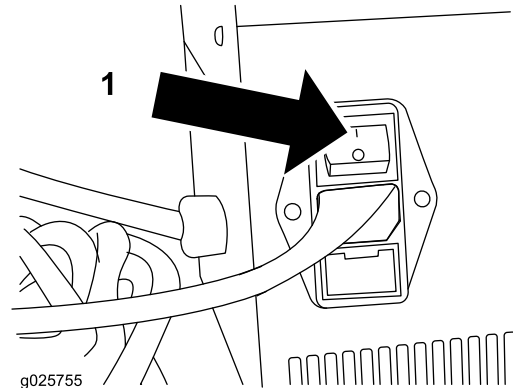

图7
8. 打开充电器 (图7)。“On” (开启) LED 指示灯将亮起。